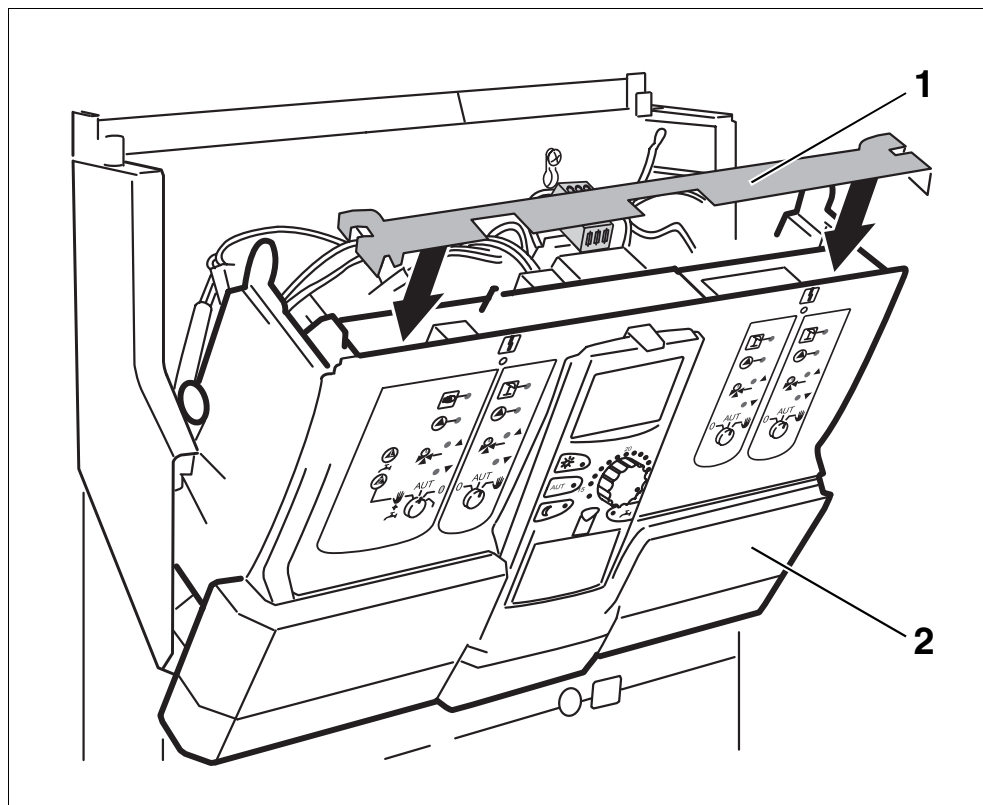

Рис. 9 Установка горизонтальной планки
- Установить горизонтальную планку (рис. 9, поз. 1) в пазы и задвинуть до полной фиксации.
- Установить обратно переднюю часть системы управления (рис. 9, поз. 2) до полной фиксации.